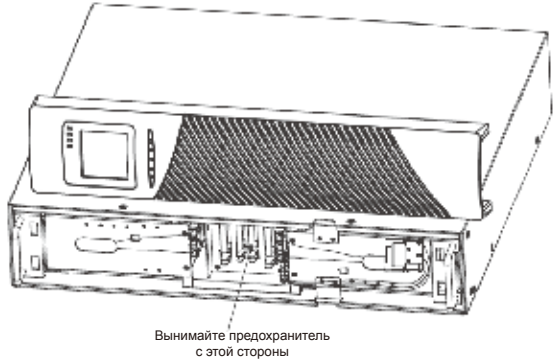

Рисунок 7 Замена предохранителей
- При необходимости замените перегоревшие предохранители со стороны лицевой панели (см. рисунок 7).